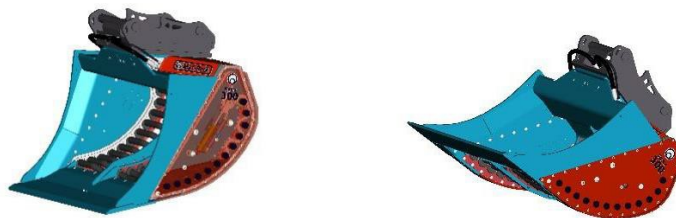

Abb. 3: Lagerposition 1 links, Lagerposition 2 rechts
Der Transport im vom Bagger getrennten Zustand ist ausschließlich der Lagerposition 2 (Abb. 3) auf einer Transportpalette erlaubt. Die Anbauschaufel ist dafür festzuzurren und mit Hilfsmitteln, wie Balken und Keile, gegen das Kippen und Rollen zu sichern.
- Lagerung im vom Bagger getrennten Zustand (Lagerposition 2): Anbauschaufel gemäß Abschnitt 'Anbauschaufel vom Bagger trennen' von dem Bagger trennen. Die Anbauschaufel liegt auf ihrer Rundung leicht auf die Rückseite gekippt (siehe Abb. 3).